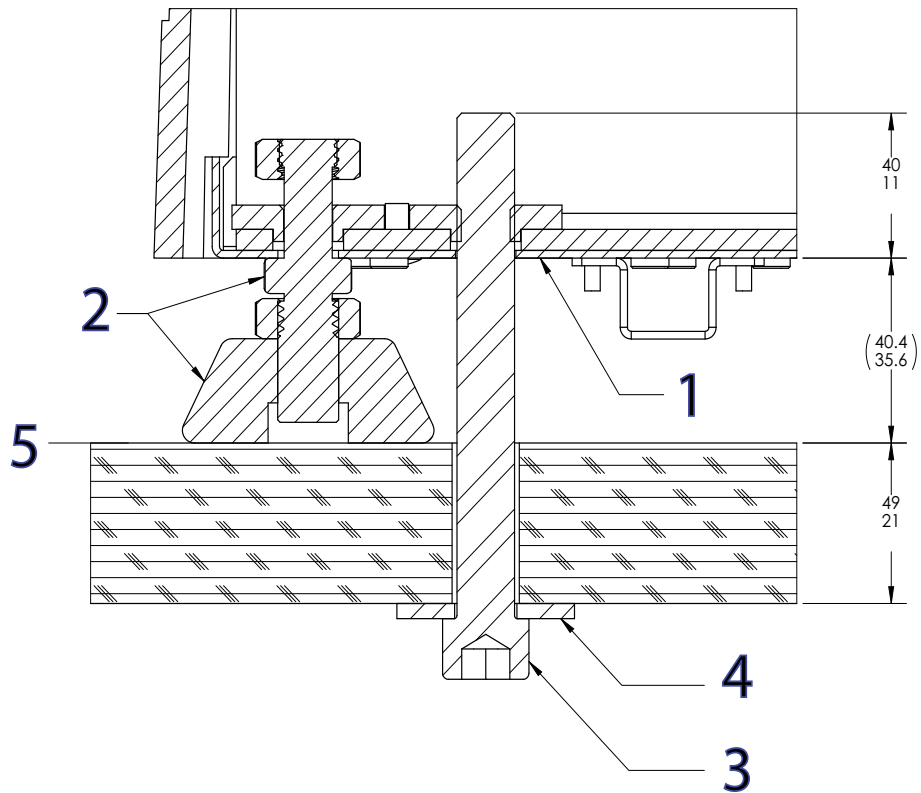

Figura 13. Fissare il telaio al tavolo
Legenda per Figura 13
3. Installare ogni bullone e rondella sovradimensionata come mostrato nella Figura 13 a pagina 64.